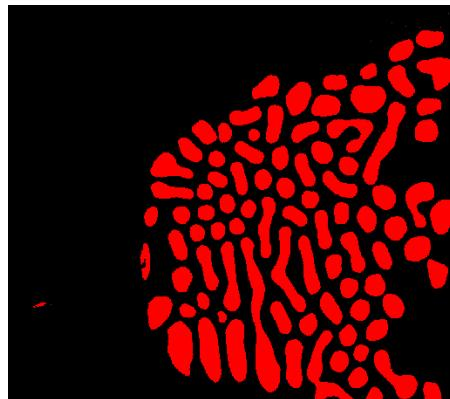

図 3-4. モフォロジー関数で粒子を変更する
7. **縁にあるオブジェクトを削除**を選択して、画像の縁に接触しているオブジェクトを削除します。2値化を画像に適用した後、画像がどのように表示されるかを確認するには、図 3-4 を参照してください。